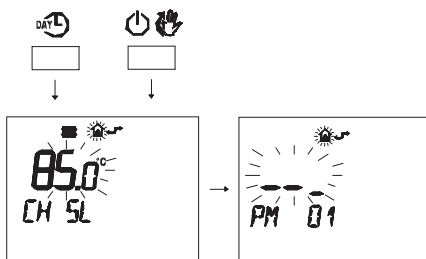

Figura 5.37
- Pulse simultáneamente los botones y para entrar en la modalidad de programación transparente (Figura 5.37).